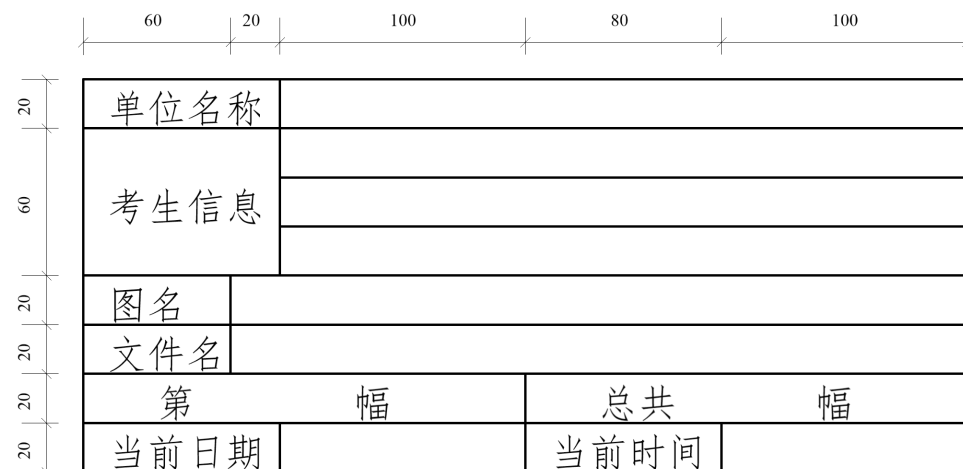

图 3
1、在原理图模板文件 cdydot1.schdot 中画出图 3 所示的动态标题栏，要求：设置图纸大小为 A4，水平放置，工作区颜色为 18 号色，边框颜色为 3 号色，边框直线为小号直线，颜色为 3 号，文字大小为 16 磅，颜色为黑色，字体为仿宋\_GB2312；